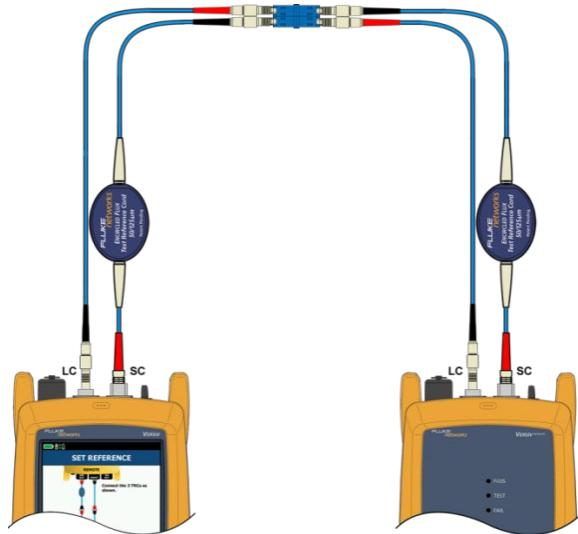
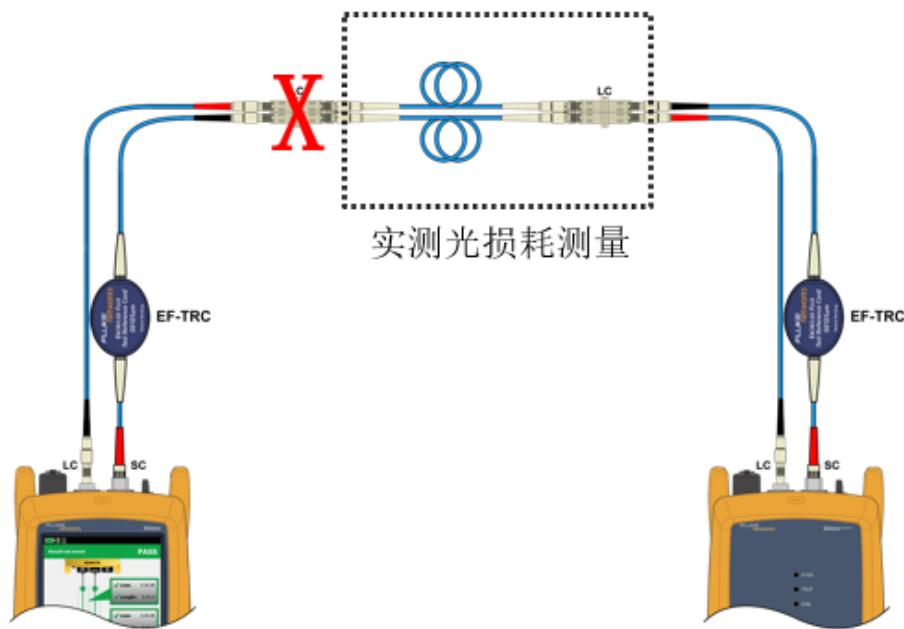

图 2.4.7 二跳线参考设置（多模）
图 2.4.8 二跳线法：接入被测链路
(2) 二跳线法，针对一端为连接器（耦合器），一端为连接头的被测链路，连接方式如图 2.4.7，图 2.4.8 所示。测试结果含一端的连接器。